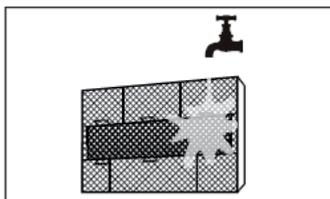

fig. 18 -
5. Lavare i filtri principali con acqua "fig. 18 -" o pulirli con l'aspirapolvere. Lasciare asciugare completamente i filtri evitando l'esposizione alla luce solare diretta.